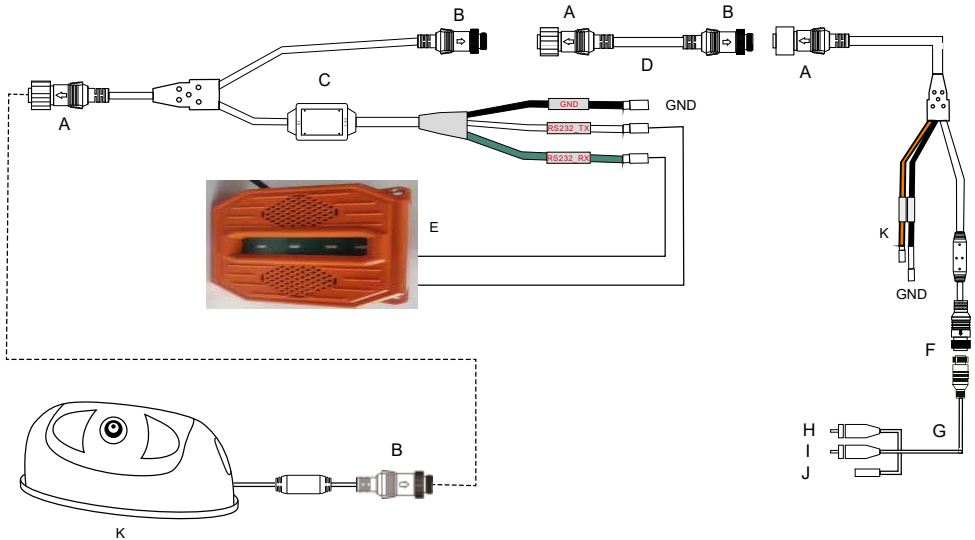

Abb. 2: Anschluss der Außensirene mit Stroboskoplicht
- **Adapter 3:** RS232 zum Anschluss der Außensirene mit Stroboskoplicht (Abb.2)